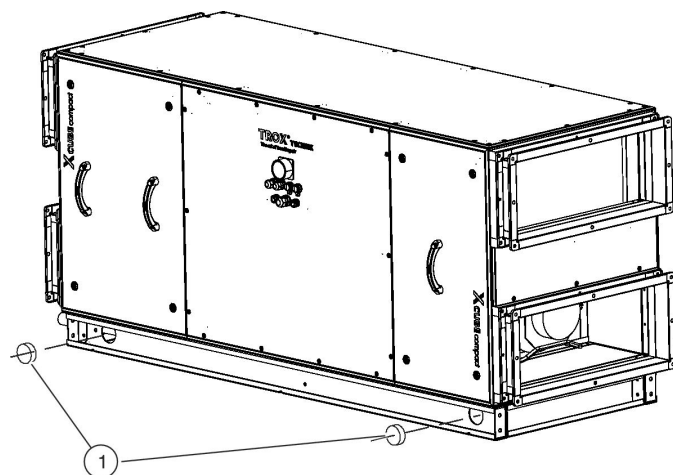

Рис. 16: Крепление заглушек
4. ► Закройте транспортировочные отверстия в раме основания центрального кондиционера при помощи прилагаемых заглушек (Рис. 16/1).